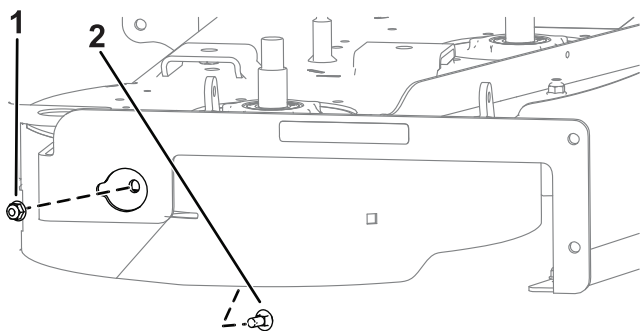

Figura 3
2. Prenda o lado direito do abafador direito com um parafuso de carroçaria (5/16 x 3/4 pol.) e uma porca (5/16 pol.), como se mostra na Figura 3.